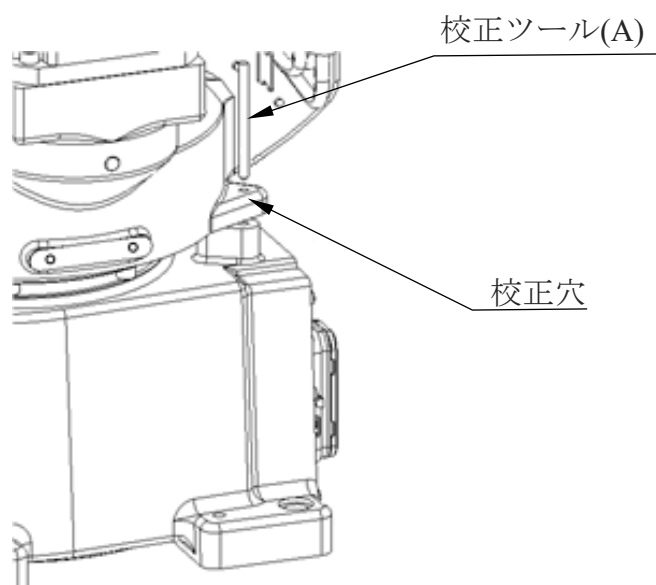

図 4-2 第 1 軸の原点校正イメージ図
- 第 1 軸の校正順序は以下のとおりです（図 4-2 を参照してください）